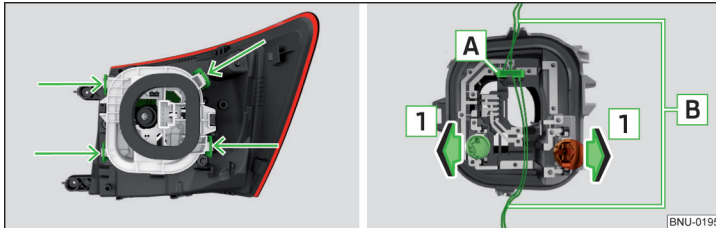

Abb. 353 Äußerer Teil der Leuchte / Halter mit Glühlampen
» Abb. 353 und aus der Leuchte herausnehmen.
- Vor dem Einsetzen des Lampenhalters in die Leuchte prüfen, ob der Stecker **A** » Abb. 353 zwischen der Leuchte und dem Lampenhalter korrekt aufgesteckt ist.